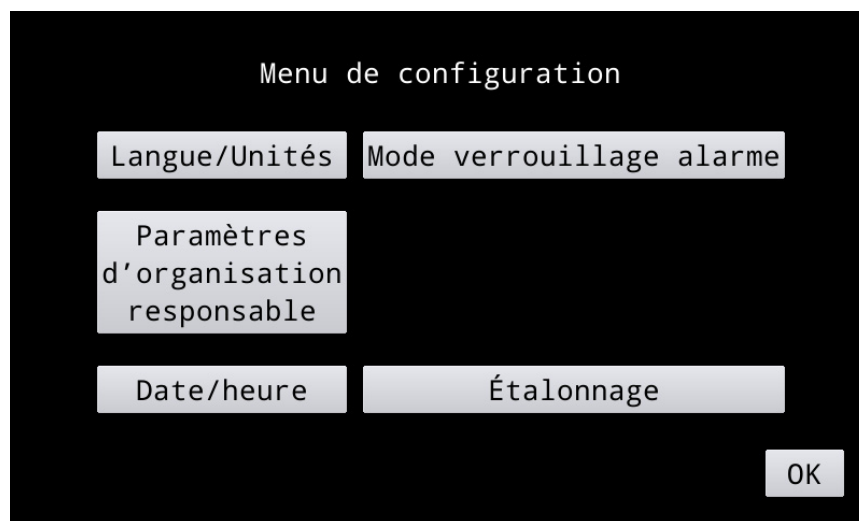

Figure 8. Menu de configuration
4. Le menu de configuration (figure 8) s'affiche.